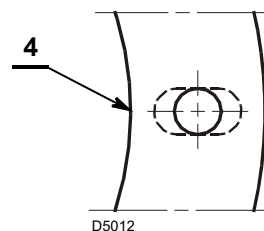

Fig. 7
- Om nødvendig må hullene i det isolerende skjoldet 4) utvides (Fig. 7).